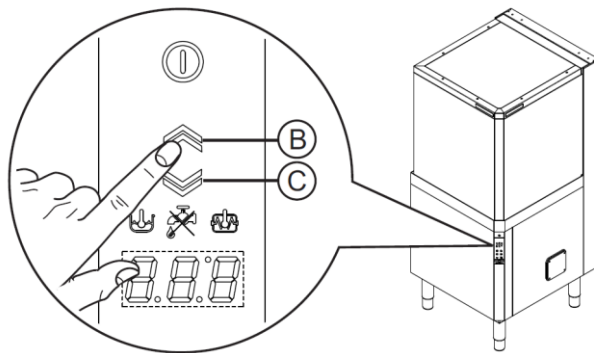

Рис. 23 - Автоматический подъем/спуск капота
**«В» для подъема и на кнопку «С» для спуска капота (см. рис. 23).**